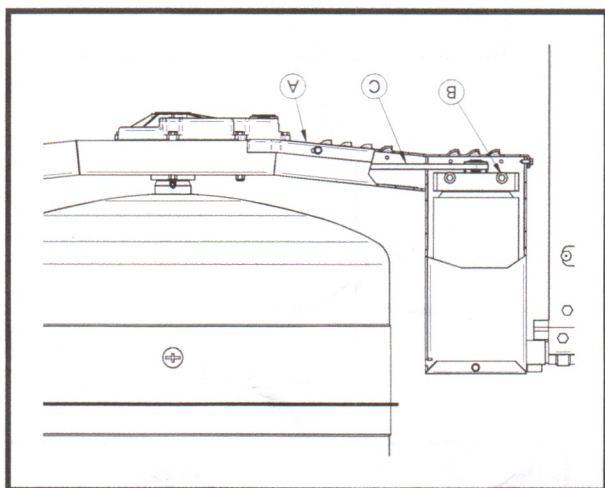
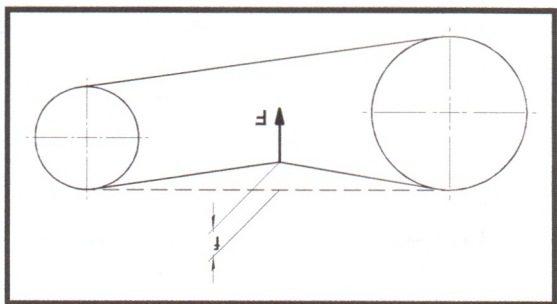

FIG. 8
FIG. 9
2. Extraer la protección de la correa (ref.A, fig.8) destornillando los tornillos que la bloquean.
3. Aflojar los 4 tornillos (ref.B, fig.8) que bloquean el soporte del motor eléctrico y tensar la correa (ref.C, fig.8) por medio de dicho soporte: si la tensión de la correa es correcta, aplicando una fuerza de $F=0,6 \text{ Kg}$ aproximadamente en el centro del tramo libre de la correa, la flecha deberá indicar $f=5 \text{ mm}$ aproximadamente (fig.9).
4. Al final del tensado atornillar los 4 tornillos (ref.B, fig.8).
5. Volver a montar la protección de la correa (ref.A, fig.8) con los respectivos tornillos.
3. Aflojar los 4 tornillos (ref.B, fig.8) que bloquean el soporte del motor eléctrico y aflojar la correa (ref.C, fig.8) por medio de dicho soporte hasta hacerla salir de las poleas del motor eléctrico y del reductor.